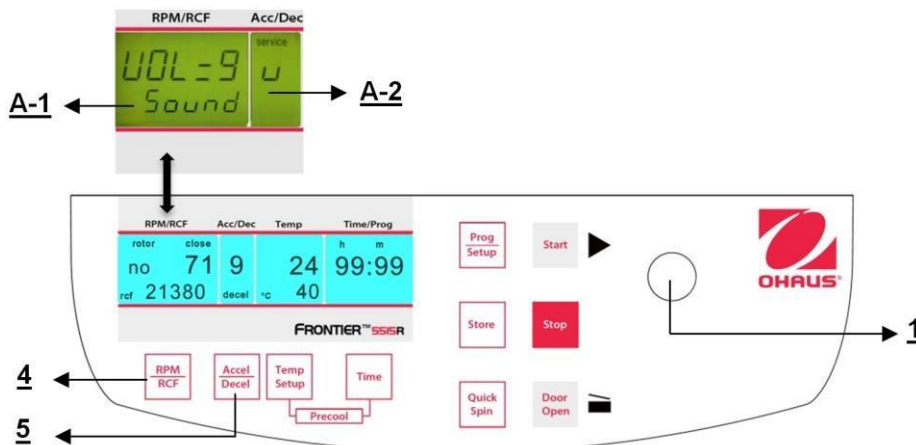

Figura 34
Proceda como se describe en el punto 4.1.2 para ingresar en este modo de programa y luego presione el botón "Accel/Decel" (5). En la pantalla "Acc/Dec" (A-2) destella la palabra "Service". Ahora seleccione la letra "U" con la perilla de ajuste (1). Como resultado, en la pantalla "RPM/RCF" (A-1) aparecen las palabras "Vol=0-9/Sound". Después de presionar el botón "RPM/RCF" (4), puede ajustar el volumen deseado entre 0 (bajo) y 9 (alto) con la perilla de ajuste (1) (vea la Figura 34).